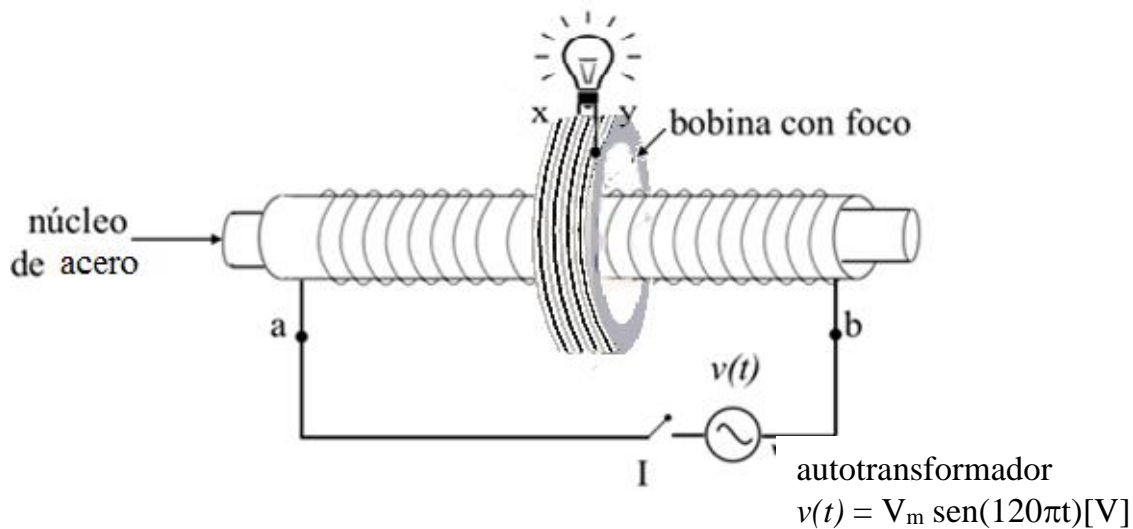

Figura 12.1. Esquema de conexión.
- b) Arma el dispositivo experimental de la figura 12.1 con el interruptor I abierto. Cierra el interruptor y aumenta la diferencia de potencial de la fuente $v(t)$ poco a poco hasta alcanzar $V_{\text{rms}} = 30 [\text{V}]$ indicado en la perilla del autotransformador (variacion), observa lo que ocurre en el foco; con ayuda del multímetro, mide la diferencia de potencial V_{xy} (valor rms o eficaz) en las terminales de la bobina con foco.